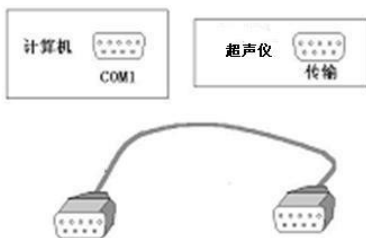

图 7.12 接线方式示意
- A) 进行文件传输之前需要按图 7.12 用我们提供的专用串口线将计算机与超声仪连接起来。需要注意连接计算机端的串口的串口号，根据实际情况在超声仪文件目录框中进行设置。